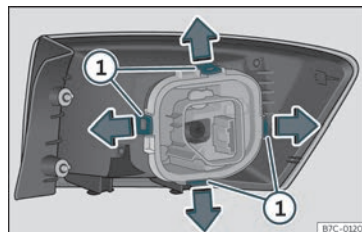

Fig. 50 Linguetas de fixação na parte posterior da unidade de luz traseira.
- Desmonte o porta-lâmpadas desbloqueando as linguetas de fixação»» **Fig. 50 ①**.